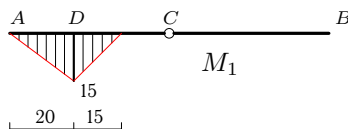

Рис. 235
1. Строим эпюры от вертикальных единичных сил, приложенных в местах крепления грузов. Прикладываем вертикальную единичную силу в точке крепления груза 1. Из условия равновесия находим реакции опор. Правая часть балки оказывается незагруженной, реакции ее опор равны нулю. Эпюра M_1 изображена на рис. 235.
2. Используя формулу Максвелла–Мора (9.18), перемножаем эпюры рис. 235, 237 по правилу Верещагина и получаем коэффициенты δ_{11} , δ_{12} , δ_{22} . Площадь одной эпюры умножаем ординату другой под центром тяжести первой, ординату выделяем полужирным шрифтом. Размеры